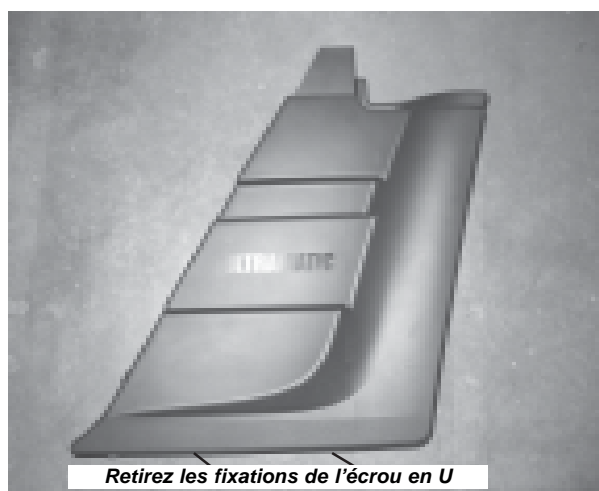

Figure 2
3. Retirez les fixations des panneaux latéraux du véhicule des deux côtés. **(Figure 2)**